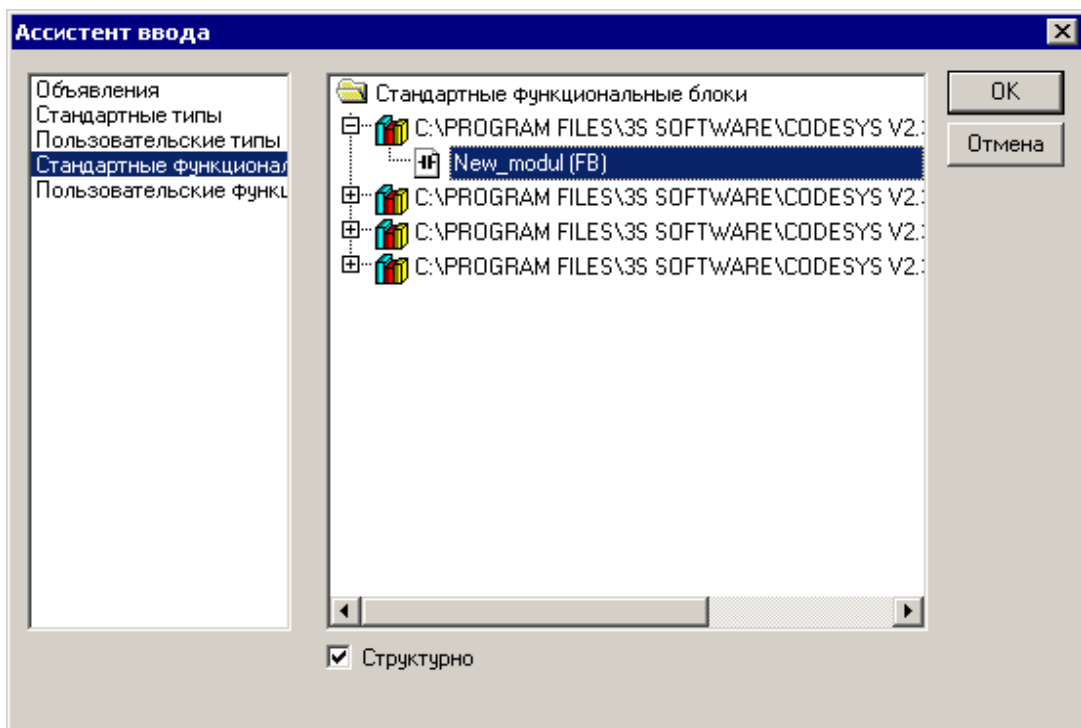

Рисунок 4.11
- 7) После этого новый функциональный блок отобразится в перечне доступных стандартных функциональных блоков окна «Ассистент ввода» и может быть добавлен в текущий проект аналогично тому, как это выполняется для функциональных блоков из состава поставляемых библиотек (см. раздел 4.2.4 ), см. рисунок 4.11.